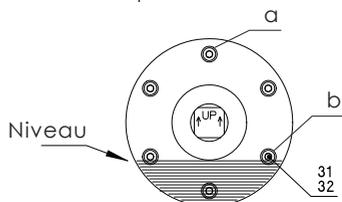

Fig. 3a
5. Remplissez à nouveau le tambour moteur d'huile, en respectant le type recommandé et la bonne quantité d'huile. Le niveau d'huile doit être juste en dessous du boulon **b** (voir fig 3a).
6. Remplacez la rondelle d'étanchéité (pos 32 voir page 20-22) et revissez le boulon.